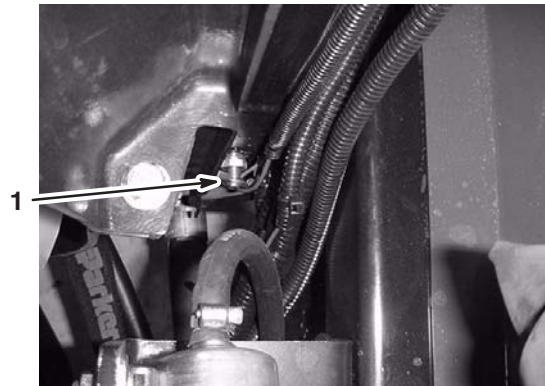

Figure 41
4. Ouvrez la vidange (Fig. 41) et laissez le liquide de refroidissement s'écouler dans le bac.